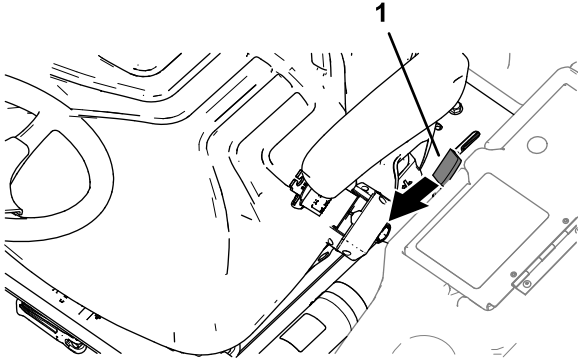

Figura 42
1. Spostate la maniglia di fermo della pedana (Figura 42) verso la parte anteriore della macchina fino a quando il dispositivo non si sgancia dalla barra di bloccaggio.